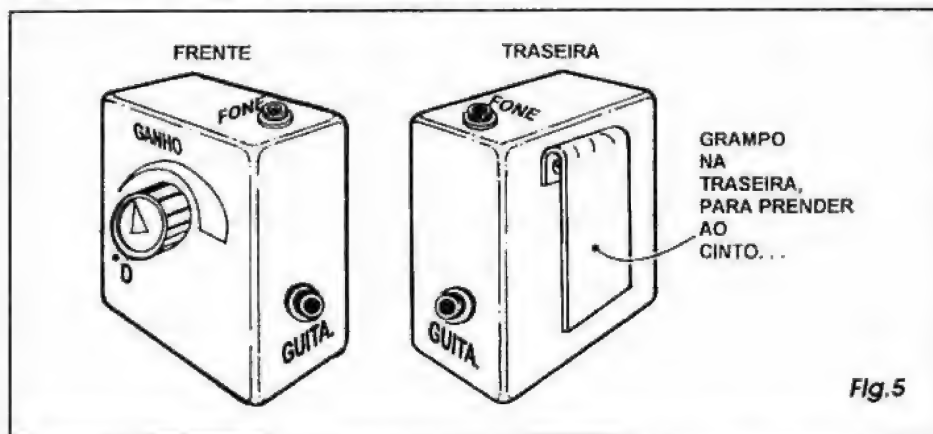

Fig. 5
- FIG. 5 - UMA CAIXINHA PRÁTICA, E UM ACABAMENTO BONITO... - Acreditamos que a idéia de acabamento do MADEG deve ser centrada na portabilidade, na praticidade do uso... Portanto, a sugestão detalhada no diagrama, nos parece a solução mais adequada, com o conjunto resultando menor do que um maço de cigarros, podendo - em uso - ser